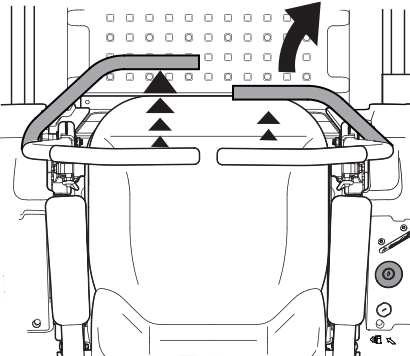

Figura 3-5
2. Para girar a la derecha, mueva la palanca de control derecha hacia atrás respecto de la palanca izquierda. Consulte Figura 3-5.